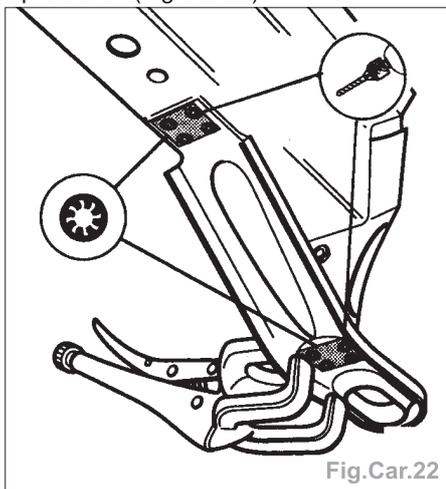

Fig.Car.22
- Percer des trous de 0,7 mm pour le soudage par bouchonnage sous gaz de protection (Fig.Car.22).
- Souder l'oeillet de remorquage par bouchonnage sous gaz de protection (Fig. Car.22).